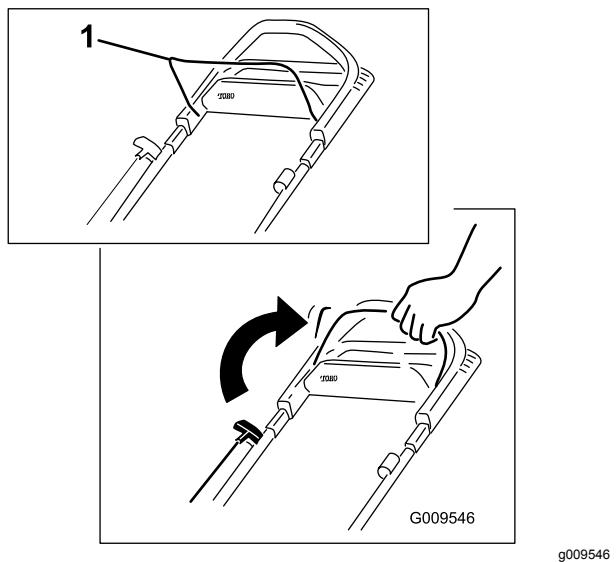

Рисунок 14
- Потяните штангу управления ножом в направлении рукоятки и удерживайте ее (Рисунок 14).